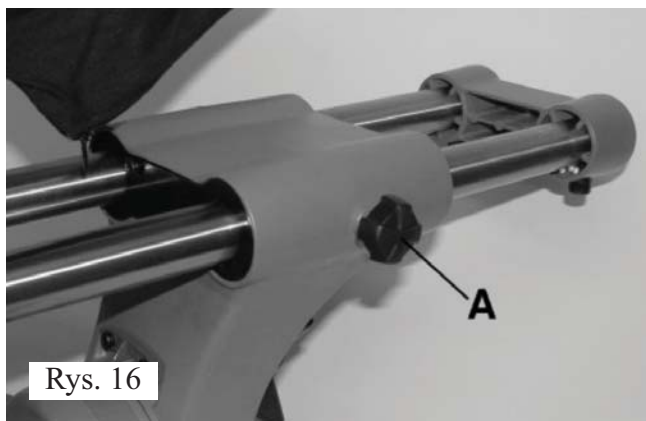

Rys. 15
2. Poluzować wkręty A, rys. 15, znajdujące się obok każdego z laserów B.